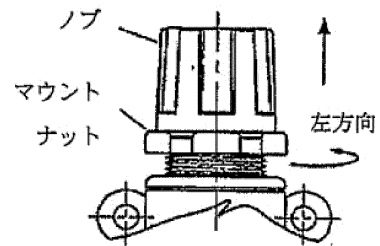

図1
- 2) オプションのパネルマウント”P”を使用される場合の取付け穴はφ19を空けてください。マウントナットは、図1の様に左方向に回してノブを抜いてレギュレータをパネルに挿入してください。ノブを分解時、スクューが外れたときは、図2の様にスクューをノブまたは、カバー内に挿入後ノブをカバーに”カチッ”と音がするまではめ込んでください。